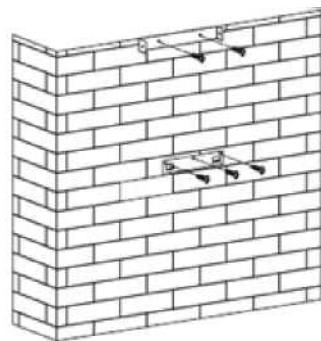

Abb. 2
3. Sobald die Montagehöhe feststeht, bohren Sie an geeigneter Stelle 5 Löcher à $\varphi 8\text{mm}$ für die Befestigung der Aufhängung und der Innenabzugshalterung. Die feste Position der Abzughalterung ist der höchste Punkt, an dem der Innenabzug befestigt wird. Siehe Abb. 2
4. Verschrauben Sie die Halterung mit 3 Schrauben (4 mm x 40 mm) und Dübeln fest an der Wand. Befestigen Sie dann die Halterung des Innenabzugs mit zwei ST4*40 mm-Schrauben. Siehe Abb. 2